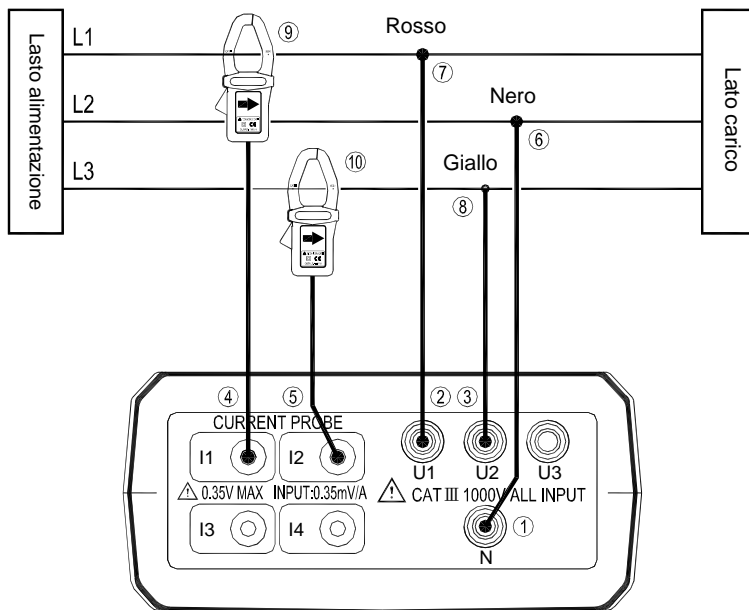

Figura 9. 3P3W2M Diagramma di collegamento dei cavi
- ① Collegare i cavi di controllo di tensione neri al terminare "N".
- ② Collegare il cavo di controllo di tensione rosso al morsetto "U1".
- ③ Collegare il cavo giallo di controllo di tensione al morsetto "U2".
- ④ Collegare la sonda di corrente I1 alla presa "I1".
- ⑤ Collegare la sonda di corrente I2 alla presa "I2".
4. Collegare i cavi di controllo di tensione e le sonde di corrente alla strumentazione elettrica che deve essere analizzata, così come mostrato nella figura 9. Diagramma di connessione dei cavi 3P3W2M.